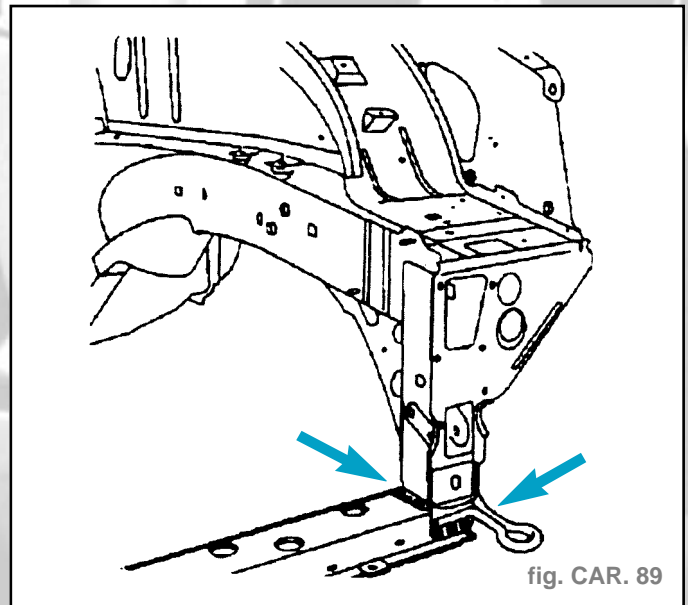

fig. CAR. 89
- Souder par points bouchons au MIG (fig. CAR. 89) (Soudage et meulage symétrique).